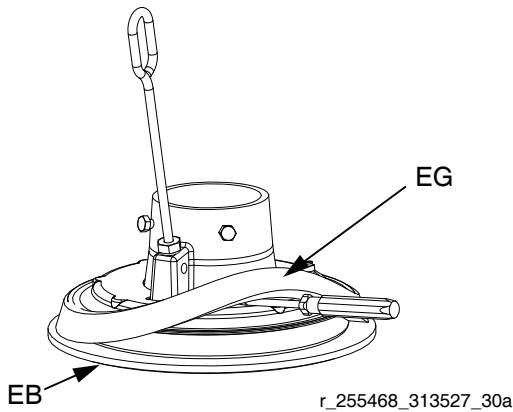

FIG. 12: Espaciador deslizante
2. Con la mano incline el espaciador (EG) y sáquelo del plato, tirando de él hacia abajo sobre la brida y los rascadores inferiores (EB). Vea la FIG. 12.
3. Guarde el espaciador (EG), pues será necesario para otras aplicaciones.
1. Asegúrese de que el diámetro mayor del espaciador (EG) mire hacia **abajo**. Con la mano, haga subir el espaciador (EG) sobre el plato hasta pasar completamente por encima de la brida. Vea la FIG. 12.